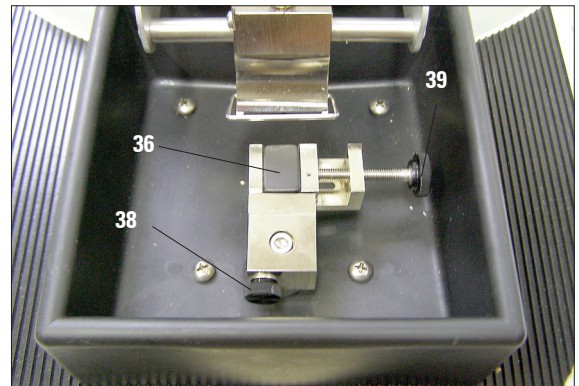

Abb. 18
- Den Probenblock (36) in die Klammer einsetzen und mit der Rändelschraube (39) klemmen (Abb. 18). • Auf den Probenblock wird die zu schneidende Probe mit dem mitgelieferten Cyanacrylatkleber aufgeklebt.